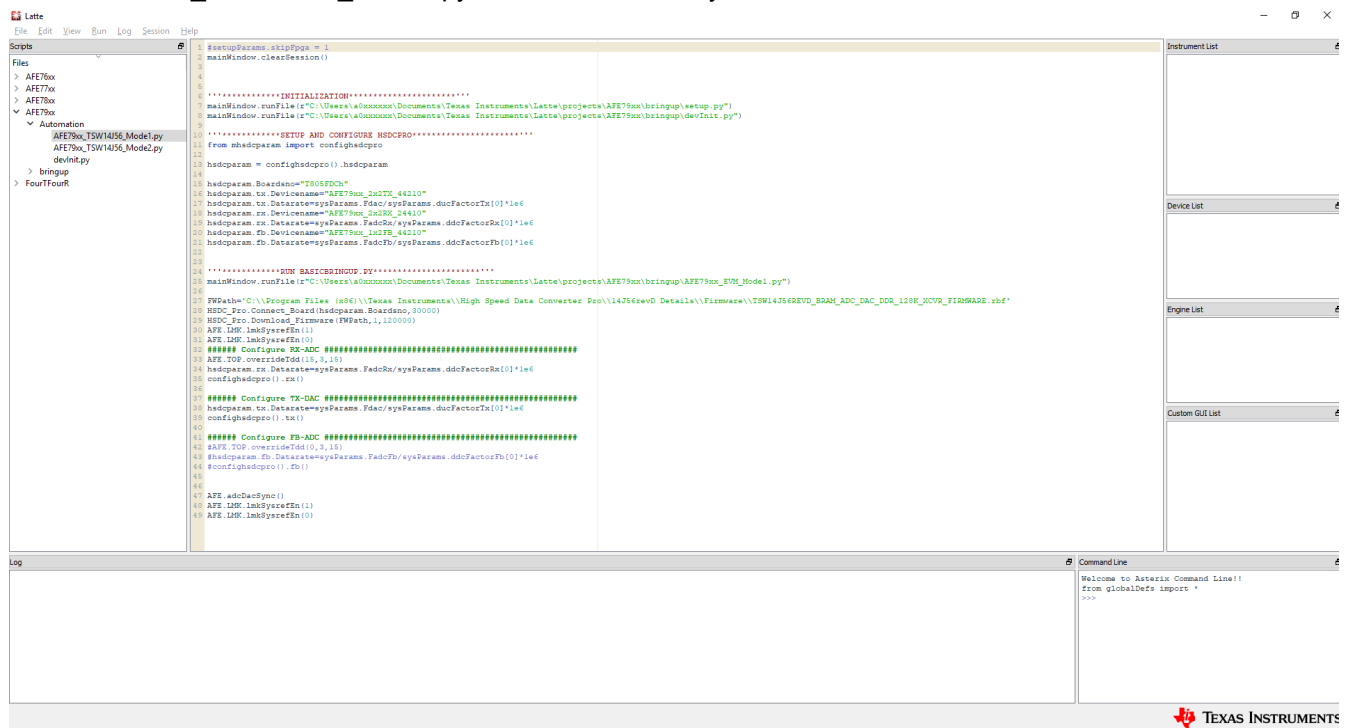

图 4-3. AFE79xx 模式 1 自动配置脚本
4. 在 Latte 左侧的 “Scripts” 窗口中，依次展开 “AFE79xx” > “Automation” > “AFE79xx\_TSW14J56\_Mode1.py”。图 4-3 显示了 Python 脚本。